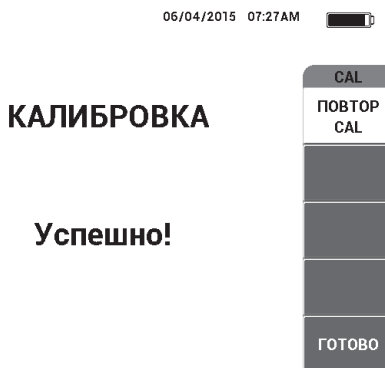

Рис. 5-51 Подтверждение о завершении калибровки
5. Завершите калибровку путем выбора **DONE** (Готово) после отображения **Success** (Успешно!) [см. Рис. 5-51 на стр. 165].